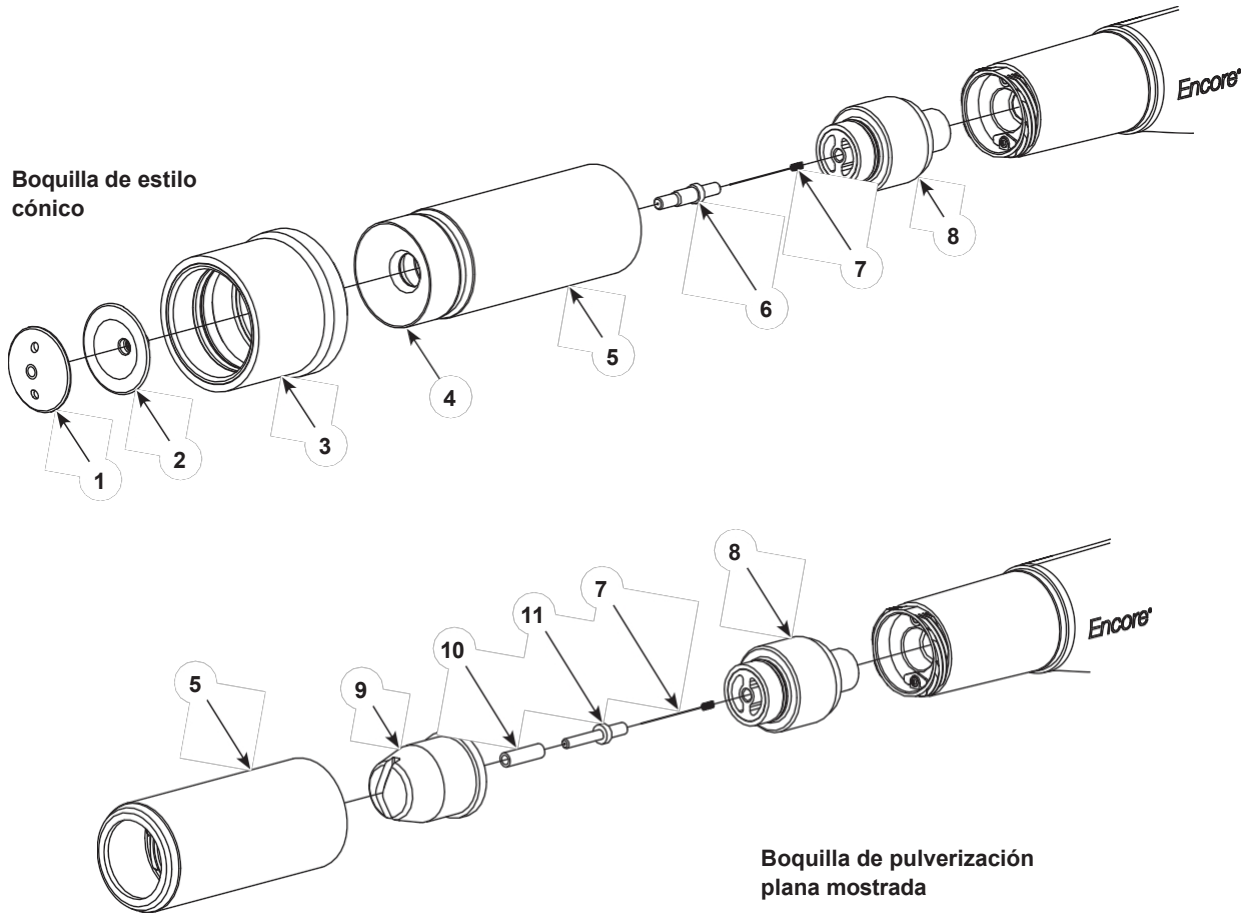

Figura 7 Cambio de boquilla cónica a plana o angular (mostrada con boquilla de pulverización plana)
Véase la figura 7. Para cambiar la boquilla cónica estándar por una boquilla plana o angular, se deben pedir los siguientes artículos:
3. Véase la figura 7. Retire la boquilla de la pistola: